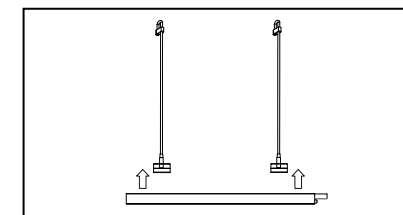

Рис. 2
- Защелкните осветительный прибор в скобы, которые входят в комплект поставки, выровняйте положение осветительного прибора по горизонтали и отрегулируйте длину тросиков (рис. 2). Излишки тросиков откусите.